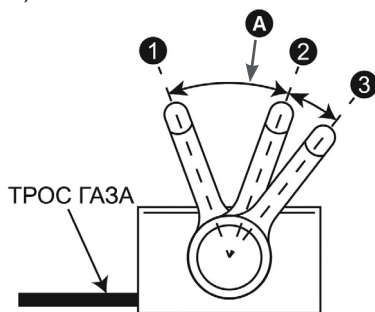

Рис. 15. Положение рычага газа для запуска
2. Установите рычаг газа в положение А между положениями «1» и «2» (Рис. 15).
5. После прогрева двигателя установите рычаг газа в положение 2 (холостые обороты) (Рис. 15).
1. Переведите двигатель в режим холостого хода, для этого переведите рычаг газа в положение 2 холостых оборотов двигателя (Рис. 15) и дайте двигателю поработать примерно 1 минуту.
2. Переведите рычаг газа в положение 3 (Рис. 15).
При возникновении аварийной ситуации, для экстренной остановки двигателя мотокультиватора переведите рычаг газа в положение 3 (Рис. 15).
4. Переведите рычаг газа в положение 1 максимальных оборотов двигателя (Рис. 15).